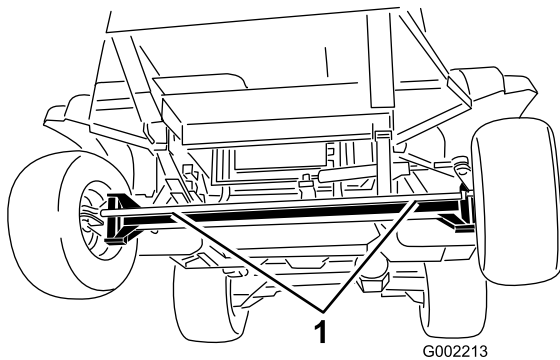
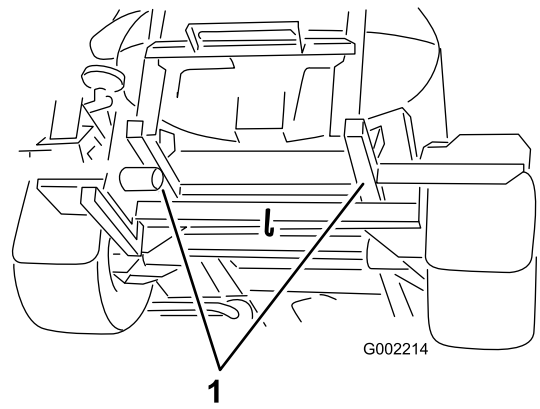

Figura 37
Figura 38
2. Montate una fune di traino sul telaio. Fate riferimento ai punti di traino anteriori e posteriori in Figura 37 e Figura 38.